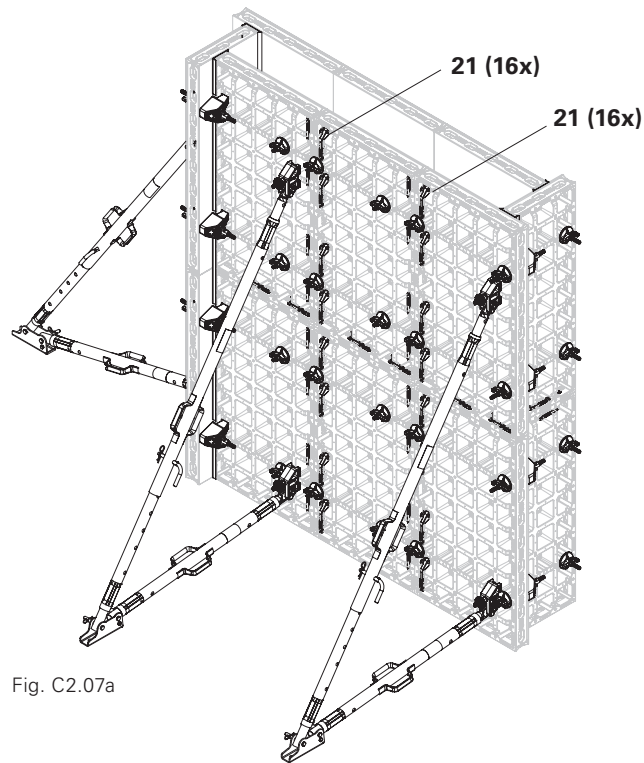

Fig. C2.07a
- Relier chaque jonction de panneau verticale, de part et d'autre, avec respectivement 4 connecteurs DUO (21). (Fig. C2.07a)
- Choisir un poste de travail sûr pour les aires de travail situées en hauteur, un échafaudage mobile par ex. (Fig. C2.07a)
- Lorsque le côté long de la section de voile se termine par un panneau DP 30 ou un panneau multifonctions DMP 45 (12.1), retourner la filière de compensation DUO 62 (25). Cela permet d'éviter des chevauchements avec les connexions d'angle.